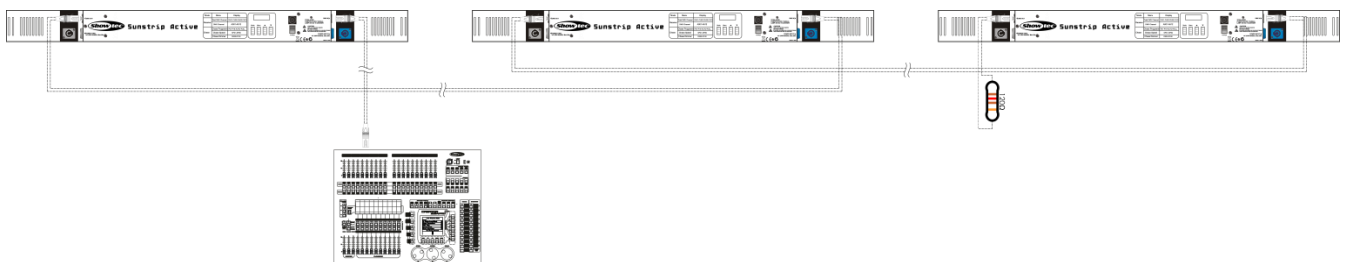

Abb. 03
- 04) Verbinden Sie die Geräte wie in Abb. 03. Schließen Sie den DMX-Ausgang des ersten Geräts mit einem DMX-Kabel an den Eingang des zweiten Geräts an. Wiederholen Sie diesen Vorgang, um das zweite, dritte und vierte Gerät ebenfalls zu verbinden.